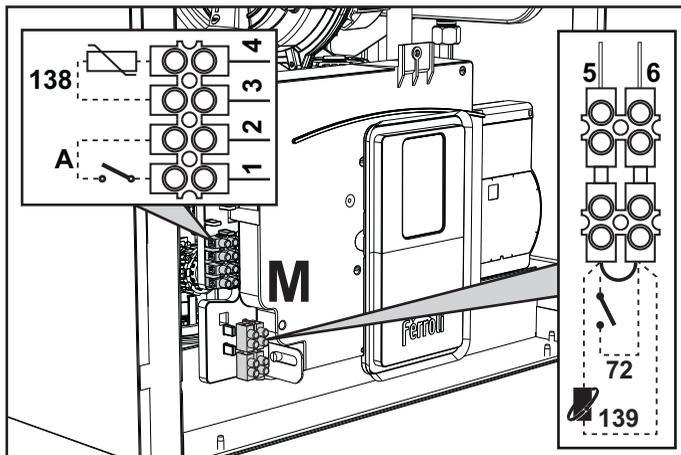
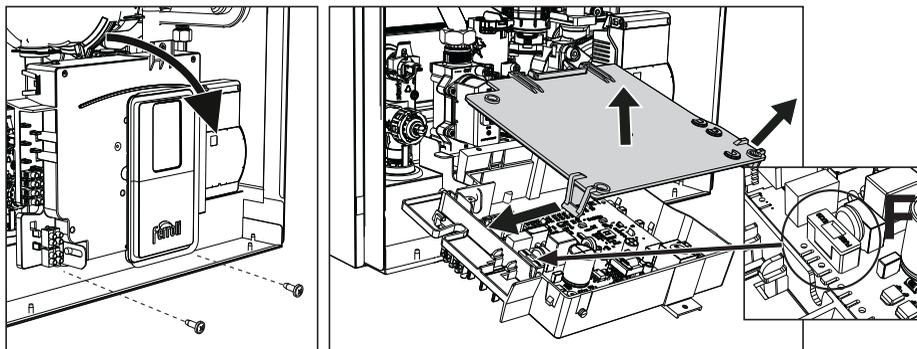

fig. 28
fig. 29
După ce ați scos panoul frontal (***) 'Deschiderea panoului frontal' on page 155 (***) veți putea avea acces la panourile de borne (M) și la siguranța fuzibilă (F) urmând indicațiile descrise în continuare (fig. 28 și fig. 29). **Bornele indicate în fig. 28 trebuie să aibă contactele curate (nu 230 V).** Dispunerea bornelor pentru diferitele conexiuni este indicată și în diagrama electrică din fig. 67.
Configurarea întrerupătorului ON/OFF (A fig. 28)